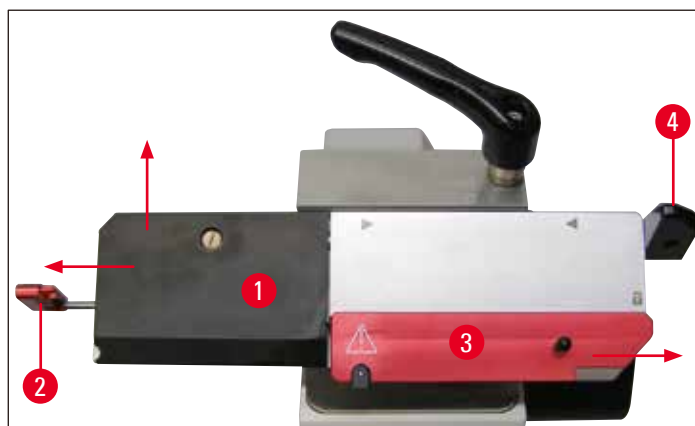

图 32
- 现在小心地向左拉出插件 (→ 图 32-2) (→ 图 32)。这时便可取下压板 (→ 图 32-1) (→ 图 33)。